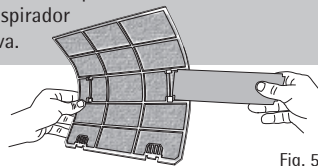

Fig. 5
**NOTA:** Os filtros HEPA e CARBONO (fig. 5) não podem ser lavados. A limpeza de ambos deve ser realizada com aspirador de pó ou escova.